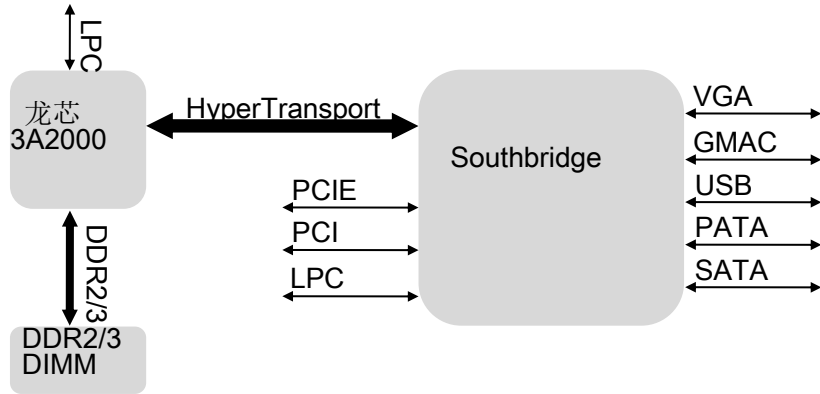

图 4.1 龙芯 3A2000 单处理器系统 HT 接口连接
- 龙芯 3A2000 单处理器系统连接。用于 IO 设备连接时，HyperTransport 接口硬件维护 IO Cache 一致性。相比 PCI 接口，减少了软件维护 Cache 一致性协议所产生的开销，一种常见的连接方式如图 4.1 所示：